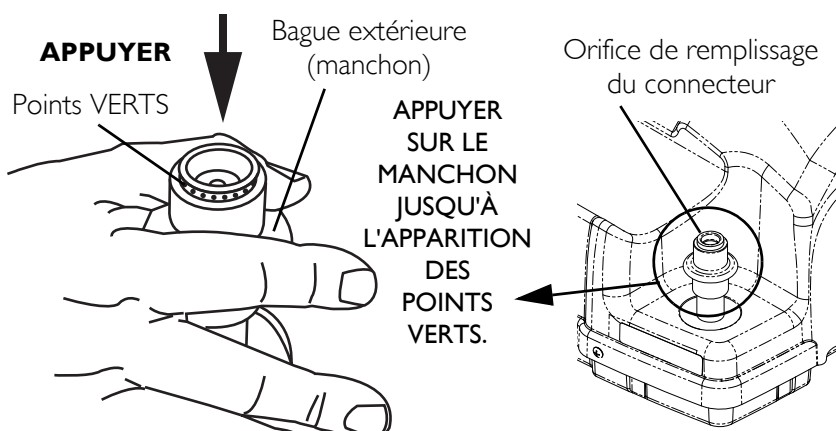

FIGURE 5.1 Réglage de l'orifice de remplissage du connecteur
REMARQUE : Pour cette procédure, consulter la FIGURE 5.1 à la page 24 et la FIGURE 5.2 à la page 25.
4. APPUYER un instant sur la bague extérieure (manchon) de l'orifice de remplissage du connecteur jusqu'à ce que les points VERTS soient visibles pour réenclencher le connecteur (FIGURE 5.1).